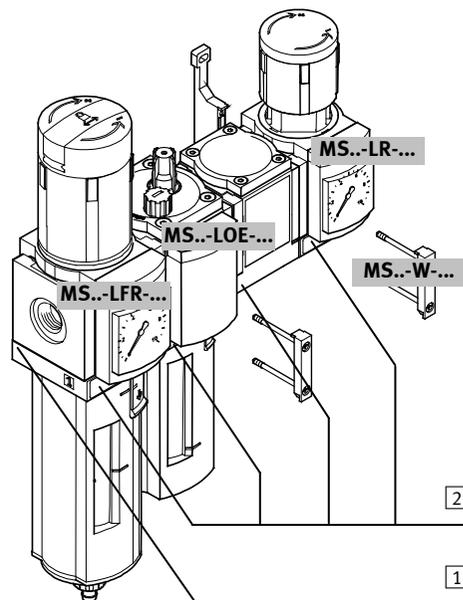

Fig. 1
- La MSB..-... está marcada como sigue (ver Fig. 1):
- Le MSB..-... est caractérisé de la manière suivante (voir fig. 1) :